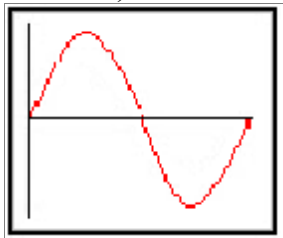

Рис. 1. Нормальная синусоида с основной частотой 50 Гц
3. В сетях электроснабжения из-за нелинейности нагрузки кроме основной, несущей частоты (1-й гармоники), появляются также и дополнительные гармоники 3-я, 5-я, 7-я и т.д (Рис. 1 и 2.).